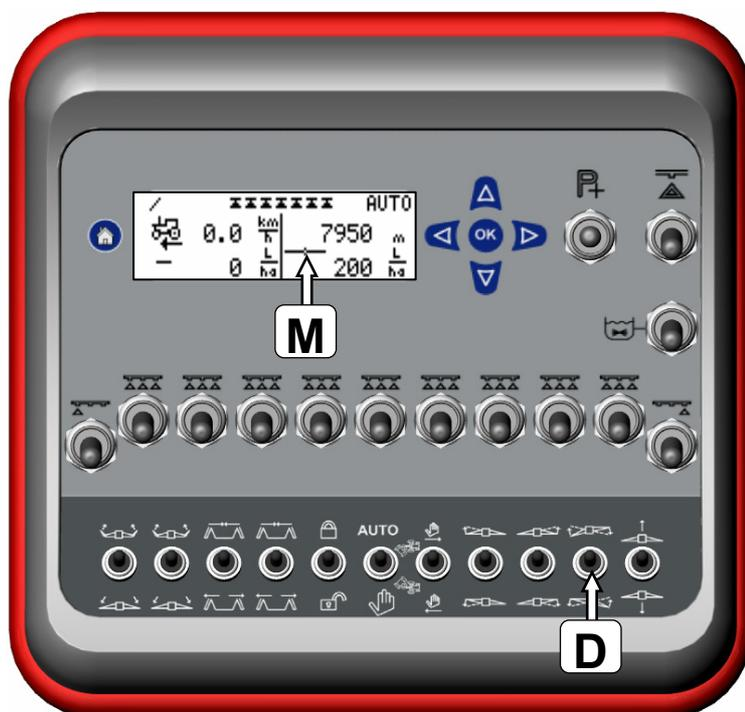

Рис. 6
Для того чтобы индикатор (**M**) (рис.6) правильно показывал позицию *устройства гидравлического выравнивания штанги на склоне*, необходимо соответствующий датчик (15) (рис.7) правильно откалибровать.
- Устройство выравнивания штанги на склоне привести в среднее положение воздействием на переключатель (**D**) на пульте управления (рис.6).
- Индикация (**M**) на дисплее этой позиции *устройства гидравлического выравнивания штанги на склоне* в этом положении штанги должна находиться точно в среднем положении (рис.6). В случае, если это не происходит, то среднее положение должно калиброваться по-новому.